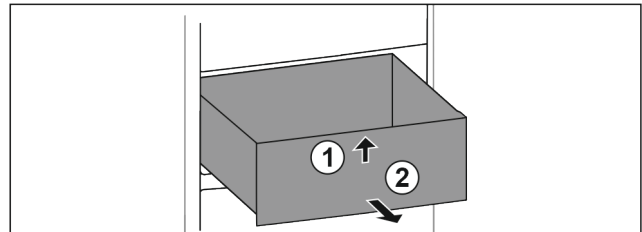

Fig. 84
- ▶ Приподнимите выдвижной ящик спереди. Fig. 84 (1)
- ▶ Извлеките выдвижной ящик движением вперед. Fig. 84 (2)